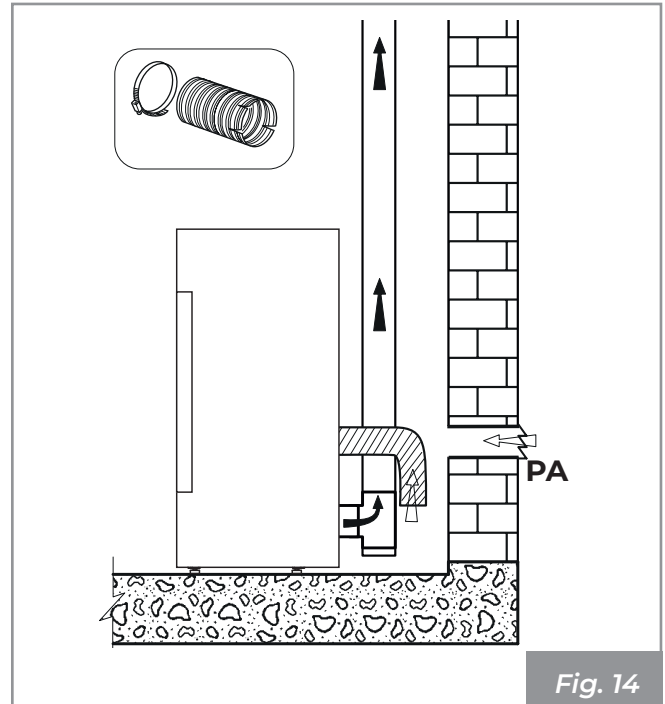

Fig. 14
- desde el ambiente de instalación o de los locales contiguos apropiados (**Fig. 14**)
Realizar la toma de aire en la pared (Fig. 14 - PA = Toma de Aire), y dejar que el aparato esté libre de extraer aire en el ambiente teniendo cuidado de conectar en el tubo de entrada del aire el tramo de tubo corrugado, en caso de que sea suministrado, fijándolo con la abrazadera y plegándolo ligeramente hacia abajo con el fin de prevenir posibles efectos de resonancia.